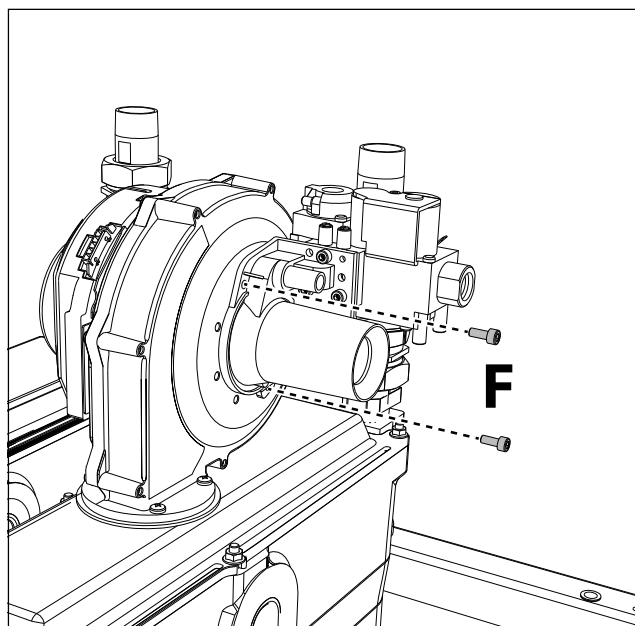
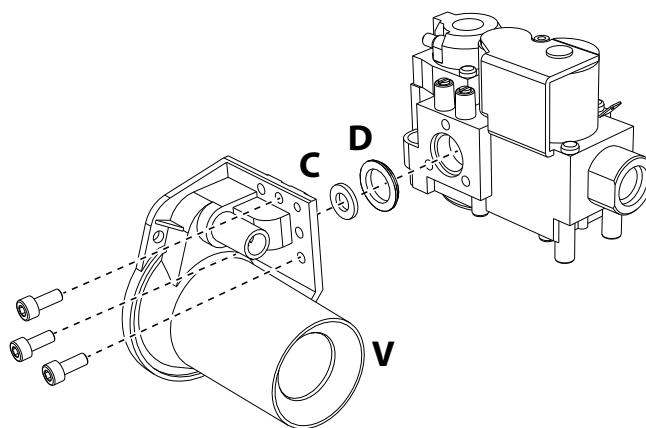

fig. 82
fig. 83
6. Desmonte el "Grupo Venturi", del ventilador, desenroscando los dos tornillos "F" (fig. 82).
7. Desmonte el Venturi "V" desenroscando los 3 tornillos (vea fig. 83).
Sustituya el inyector de gas "C", introduciéndolo en la junta "D", por el que se incluye en el kit de cambio de gas (vea fig. 83). Monte el "grupo Venturi" y fíjelo al ventilador (vea fig. 83 y fig. 82).